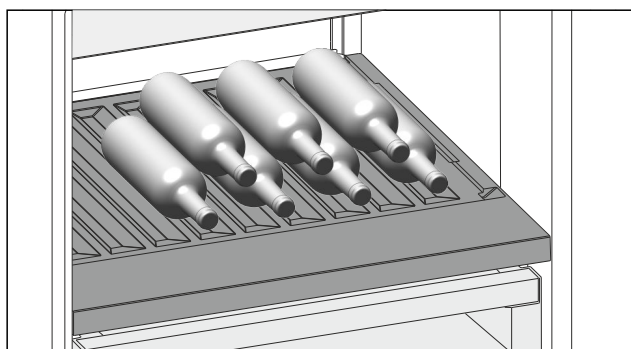

Fig. 134
- ▶ Flaschen mit dem Boden nach hinten zur Rückwand einlegen. (siehe Fig. 134)